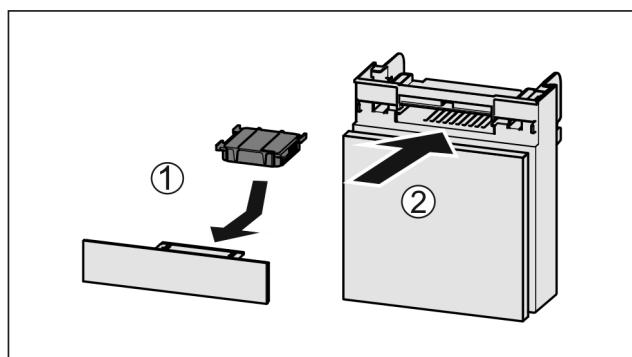

Fig. 60
- Установите фильтр с активированным углем, как показано на рисунке Fig. 60 (1).
- Вставьте отделение Fig. 60 (2).